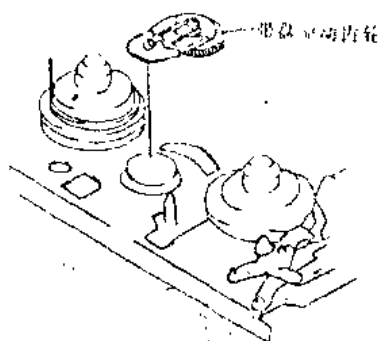

图 1-30
②从取带齿轮轴拉出带盘驱动齿轮，如图1-30所示。
(10) 拆卸供带盘